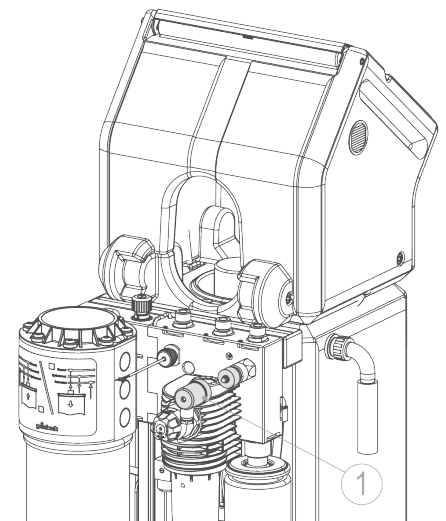

Abb. E-4: Druckschalter Druckerhöhung
- Stecker Druckschalter (siehe Abb. E-4, Pos. 1) auf den Druckschalter stecken – Druckerhöhungspumpe beginnt zu fördern. Um die Verbindungsleitung Umkehrosmose (bauseitige Verrohrung) zu entlüften – ggf. Überwurfmutter leicht lösen bis die Luft entwichen ist.